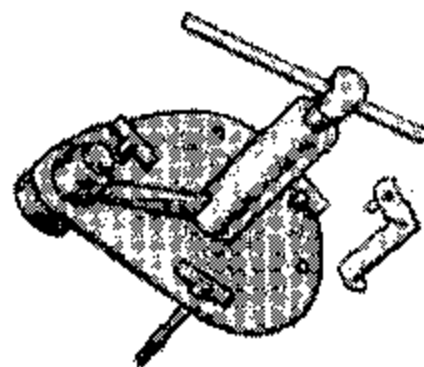

Рис. 2.11. Приспособление для распрессовки (запрессовки) коленчатого вала и разъединения половин картера
- ✓ при помощи специального приспособления (рис. 2.11) разъединить половины картера. Приспособление должно быть закреплено на правой половине картера с помощью трех винтов М5, которые через отверстия диаметром 6 мм в плите приспособления ввинчиваются в отверстия для крепления генератора. Приспособление должно плотно прилегать к картеру и стоять без перекосов. Вращая нажимной винт при помощи воротка, снять правую половину картера. Нужно следить, чтобы не рассыпались ролики подшипника основной шестерни, если ведущая звездочка задней передачи снята;